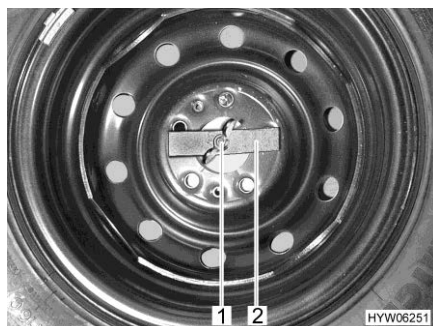

Fig. 231 Roue de secours dans le coffre arrière
- Desserrer l'écrou papillon (Fig. 231,1) à la main et le dévisser.
- Retirer la pièce (Fig. 231,2).